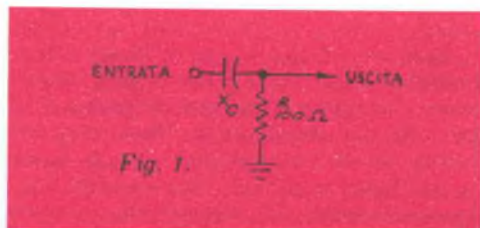

Fig. 1.
Accoppiamento RC - Quando l'accoppiamento fra due stadi successivi di un amplificatore viene realizzato per mezzo di un circuito composto da un resistore e da un condensatore (RC), la tensione di uscita risulta disponibile in corrispondenza del resistore, secondo quanto è illustrato nella *fig. 1*. La reattanza (X_C) presentata dal condensatore risulta essere una funzione della frequenza, e determina il valore percentuale della tensione applicata all'ingresso del circuito RC, che è disponibile in corrispondenza dei terminali di uscita.
elettrico è disegnato nella *fig. 1*, quando la reattanza capacitiva X_C è pari a 1Ω e la resistenza R è pari a 100Ω . Si ricorre alla seguente equazione: